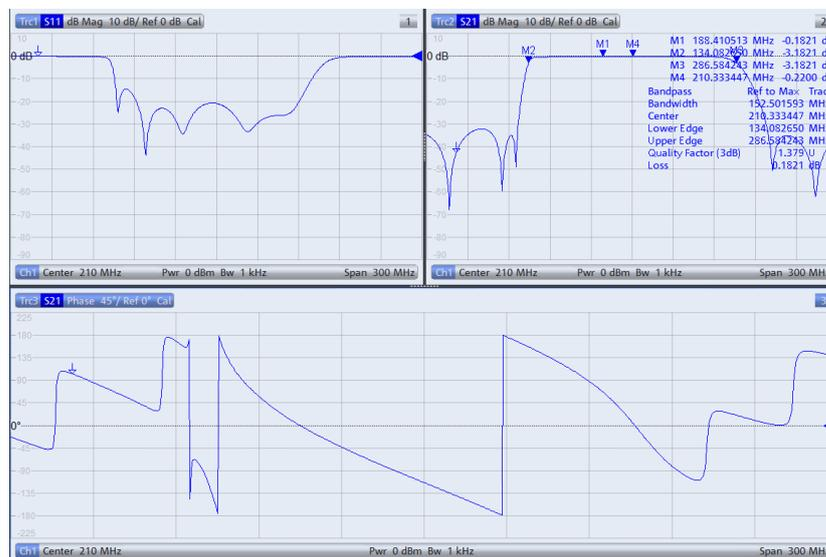

Bild 2-35: Anzeige aller wichtigen Filterparameter im Split Screen
- Zur Darstellung aller drei Messgrößen (Reflexion, Transmission und Phase) in getrennten Diagrammen (Bild 2-35) die Taste *DISPLAY* drücken und *Split All* auswählen.